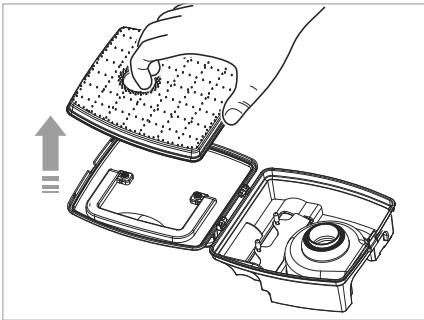

Abb. 10
- 3) Nehmen Sie den EPA-Filter **9** vom Deckel des Staubbehälters **14** ab. (siehe Abb. 10).